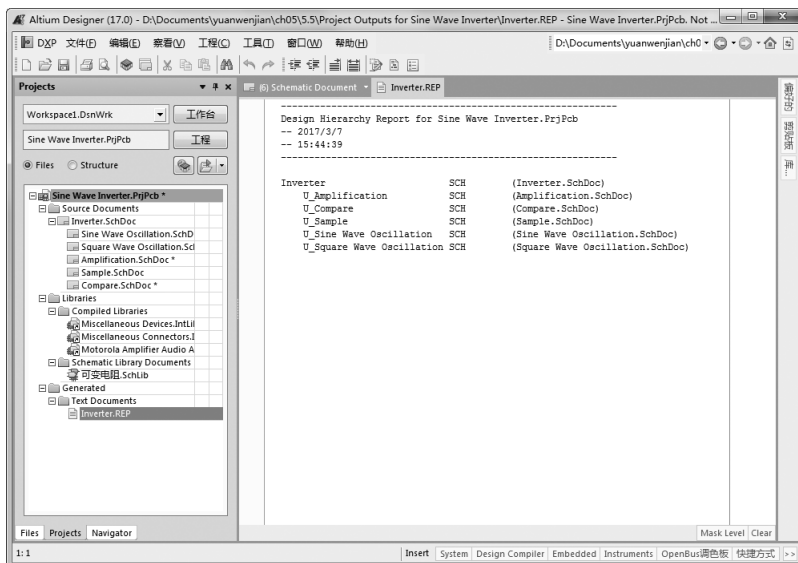

图 5-34 层次设计报表
(2) 选择菜单栏中的“报告”→“Report Project Hierarchy”(工程层次报告)命令,系统将生成层次设计报表,如图 5-34 所示。